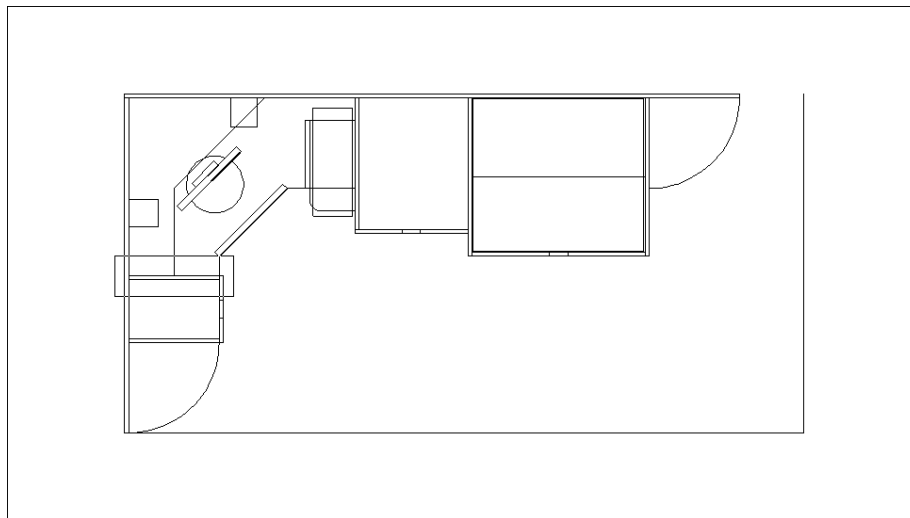

Рис. 5.28. Увеличение изображения фрагмента чертежа в области малой тумбы
1. С помощью инструмента Zoom Window (Показать рамкой) охватите рамкой масштабирования фрагмент чертежа, показанный на рис. 5.28.